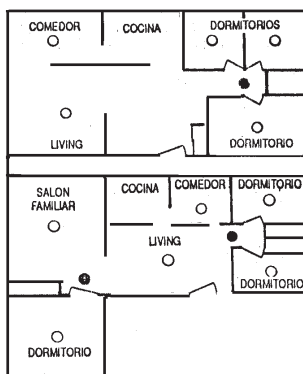

FIGURA 1: UBICACION DE LOS DETECTORES DE HUMO PARA UNA VIVIENDA DE UN PISO CON UNA SOLA AREA DE DORMITORIOS.
- Instalar un detector de humo en los corredores que separan los dormitorios (Ver figura 1).